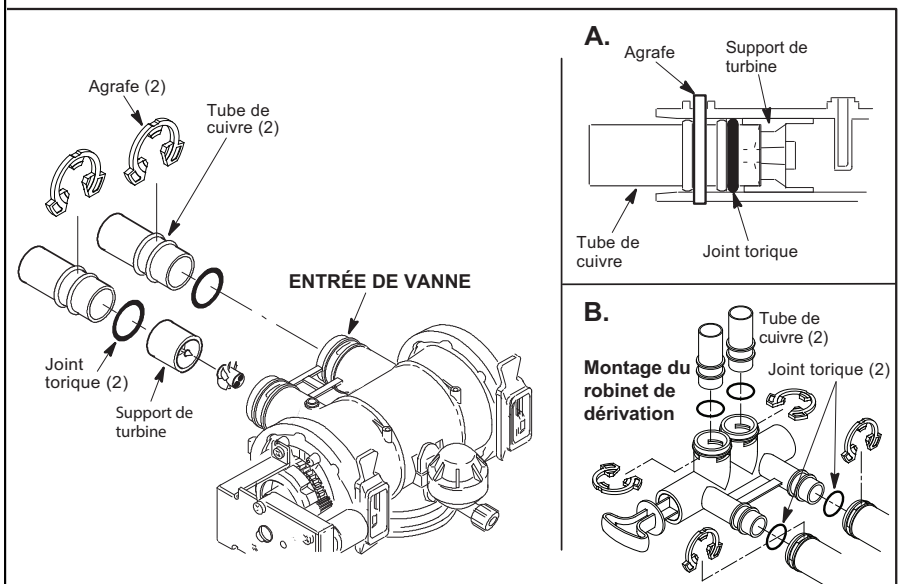

FIG. 5
b. Enfilez un joint torique lubrifié à chaque tube de cuivre; insérez délicatement les tubes dans le robinet de dérivation (cf. Figure 5B), ou dans la vanne du conditionneur/de l'adoucisseur (Figures 5 et 5A), puis posez les agrafes en C.